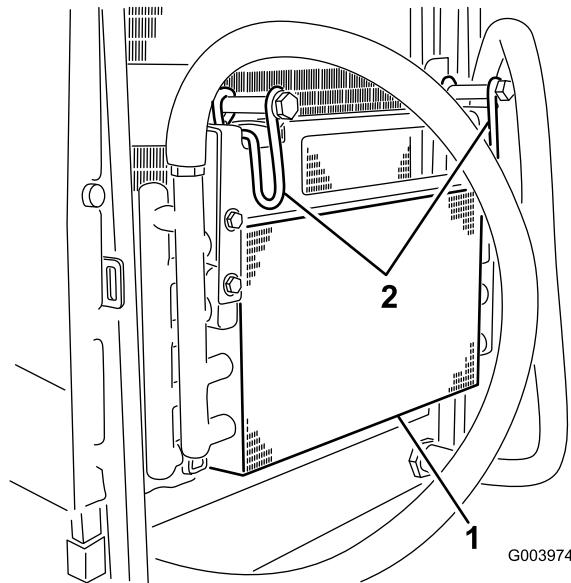

Figura 60
5. Girate i fermi verso l'interno per rilasciare il radiatore dell'olio (Figura 60).